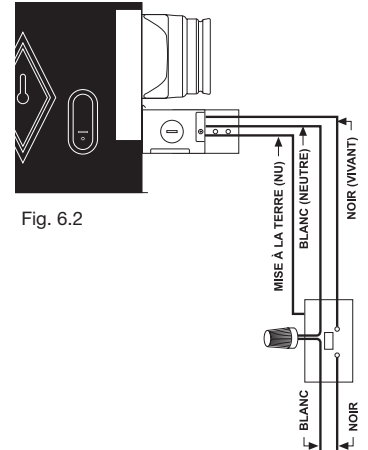

Fig. 6.2
- 4- Raccordez le fil neutre (blanc) provenant de l'interrupteur au fil blanc (neutre) du ventilateur en utilisant un connecteur. Raccordez le fil vivant (noir) provenant de l'interrupteur au fil vivant (noir) du ventilateur en utilisant un connecteur. (Fig. 6.2)